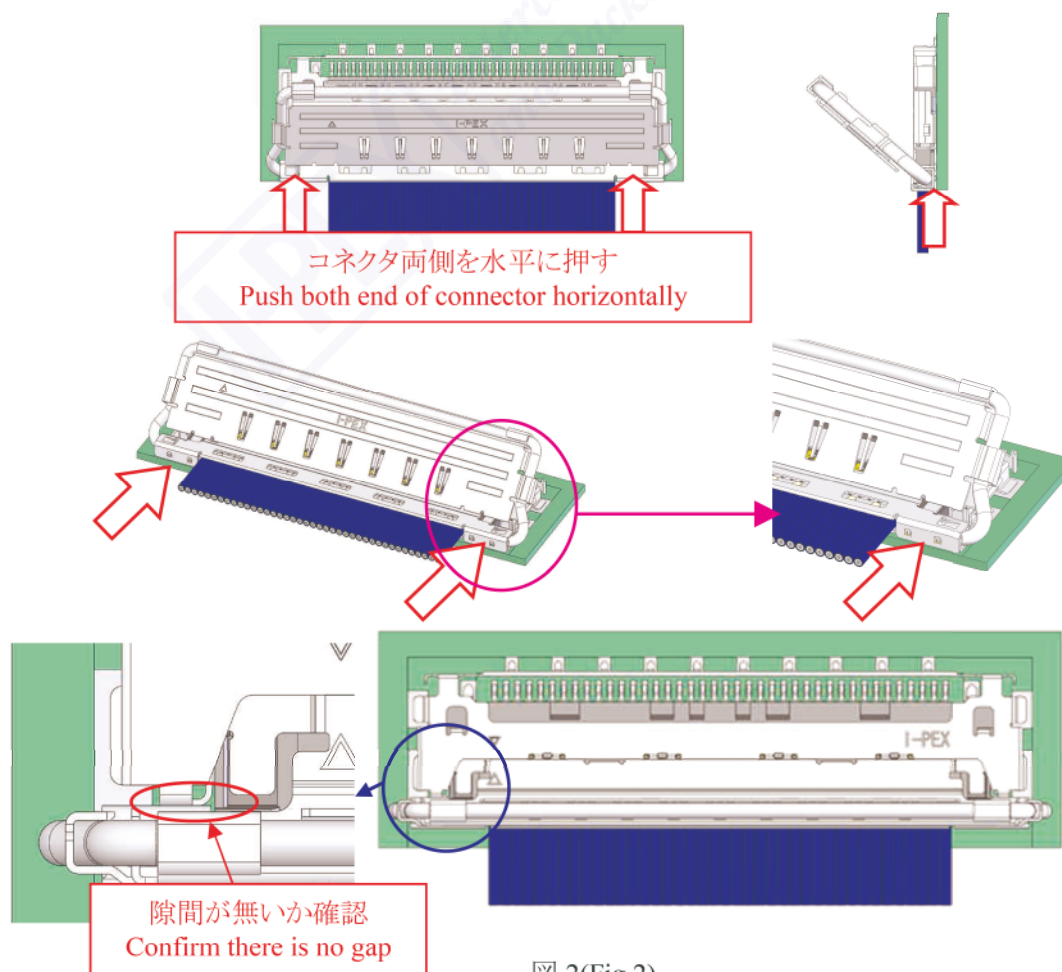

図 2 (Fig.2)
- ② 図 2 の様に、プラグコネクタの両側を水平に押し、隙間が無いかを確認する。
As shown in Fig.2, push both ends of Plug connector horizontally and confirm there is no gap.